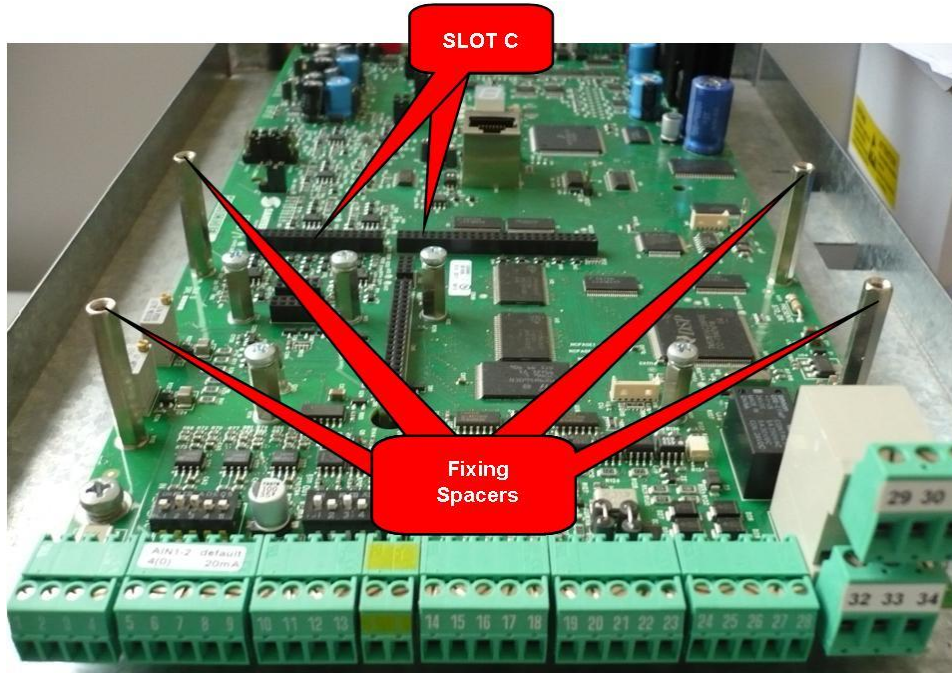

Figura 142: Posizione dello slot C all'interno del coperchio morsettiera Inverter
3. Rimuovere il coperchio di protezione della morsettiera dell'inverter agendo sulle due viti frontali nella parte bassa del coperchio. Risulta così accessibile lo slot C della scheda di controllo sul quale va installata la scheda ES861 come visibile in Figura 142.